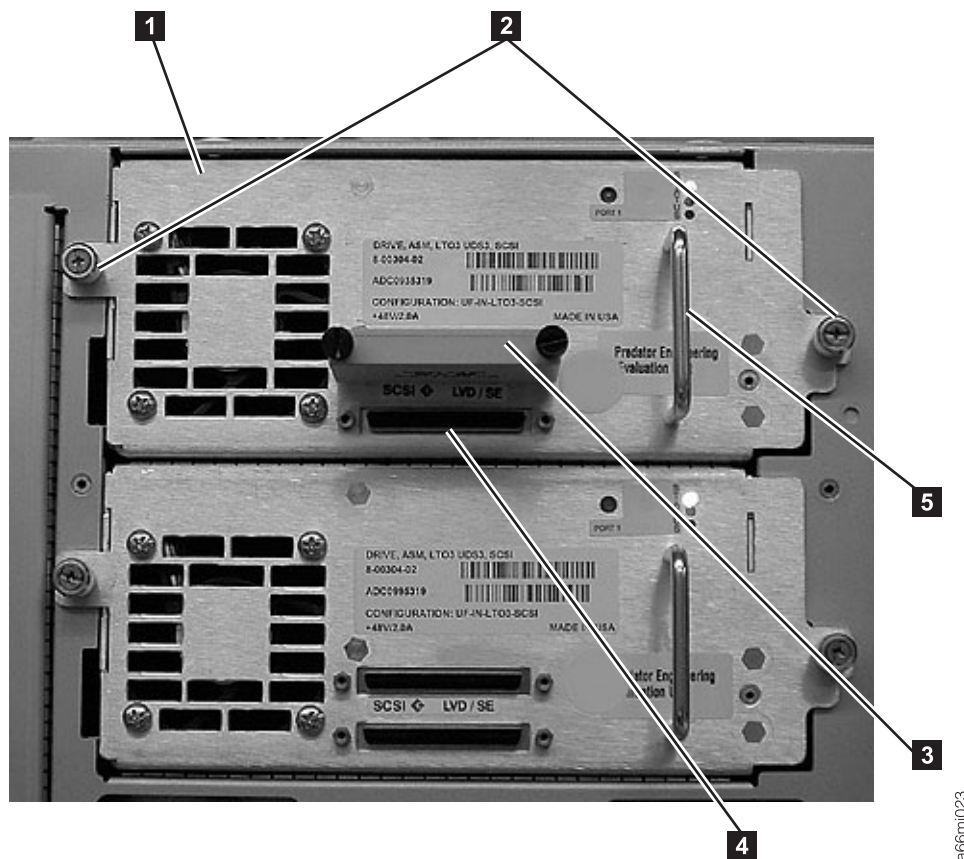

Figura 3-13. Unidade de Fita (detalhe)
2. Segure a alça (5 na Figura 3-13) e deslize lentamente a gaveta de unidade para dentro do slot da unidade, enquanto apoia a gaveta de unidade pelo lado de baixo.
3. Aperte os dois parafusos de aperto manual (2 na Figura 3-13) que prendem a gaveta de unidade no lugar, girando-os em sentido horário.
- a. Para uma gaveta de unidade SCSI, plugue o cabo e o terminador na gaveta de unidade. Aperte os dois parafusos de aperto manual que prendem o cabo SCSI (**4** na Figura 3-13 na página 3-15 mostra o receptáculo SCSI) e o terminador (**3** na Figura 3-13 na página 3-15) no lugar, girando-os em sentido horário.